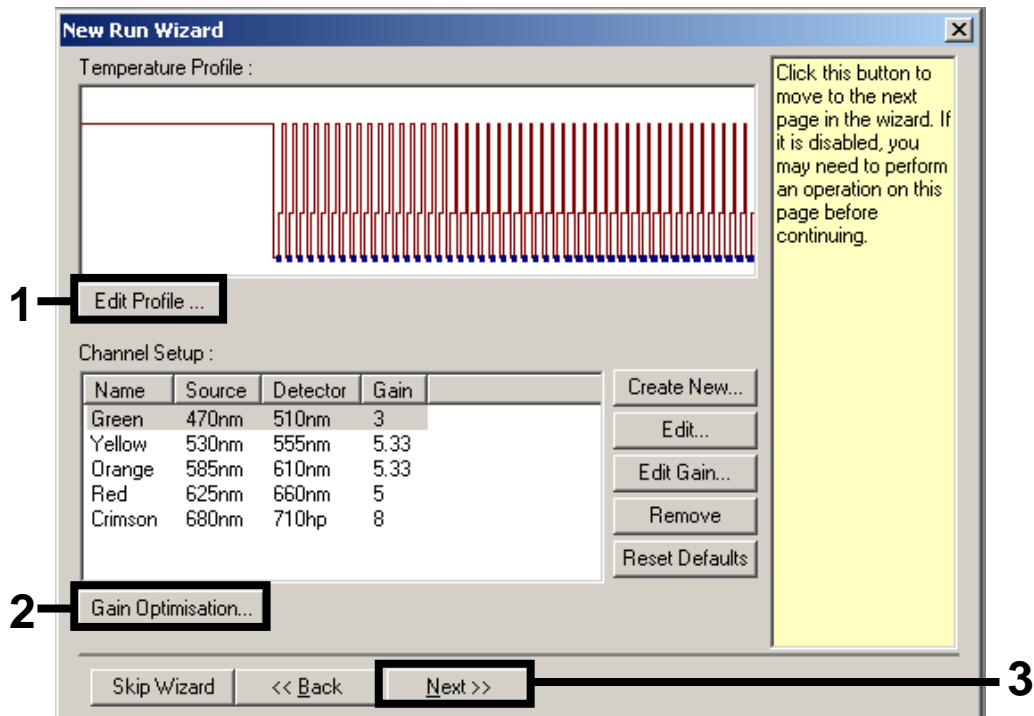
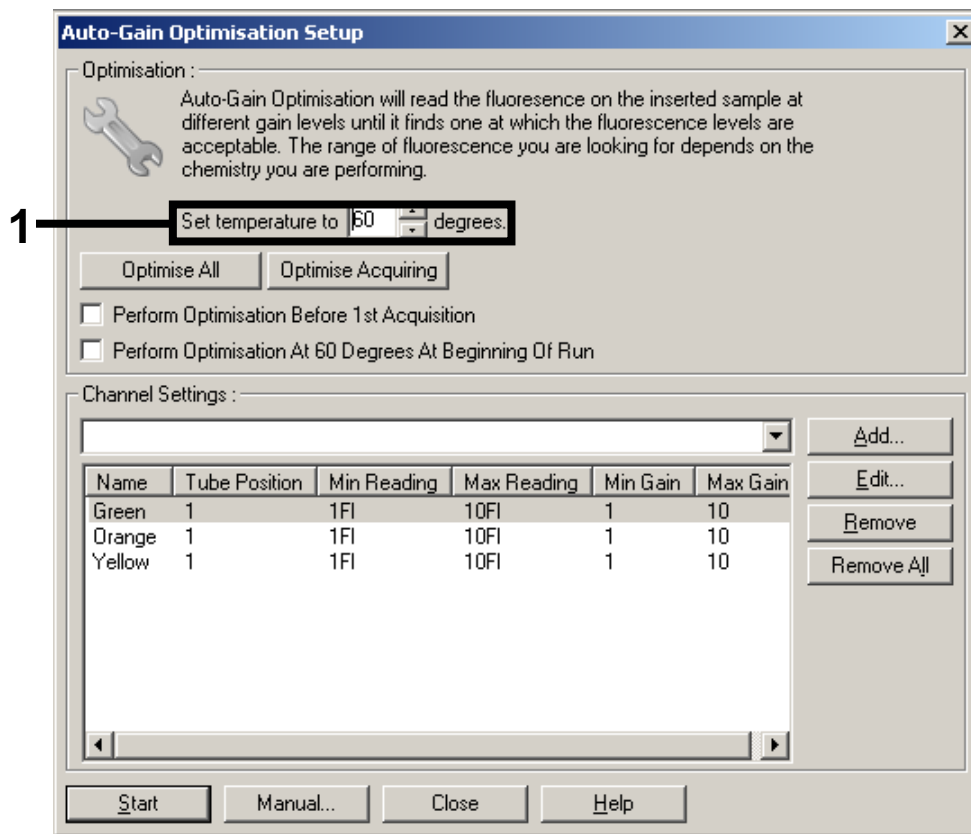

Figura 3. Editar o perfil.
Figura 6. Ajuste da sensibilidade do canal de fluorescência.
7. Clicar no botão “Edit Profile” (Editar perfil) na caixa de diálogo seguinte do “New Run Wizard” (figura 3). Programar o perfil de temperatura conforme se mostra na Tabela 1, utilizando os ecrãs apresentados nas figuras 3–5 como orientação.
8. O intervalo de detecção dos canais de fluorescência tem de ser determinado de acordo com as intensidades de fluorescência nos tubos de PCR. Clicar em “Gain Optimisation” (Optimização de ganho) na caixa de diálogo “New Run Wizard” (ver figura 3, página 3) para abrir a caixa de diálogo “Auto-Gain Optimisation Setup” (Configuração da optimização automática de ganho). Definir a temperatura de calibração para 60 para igualar a temperatura de hibridização do programa de amplificação (figura 6).